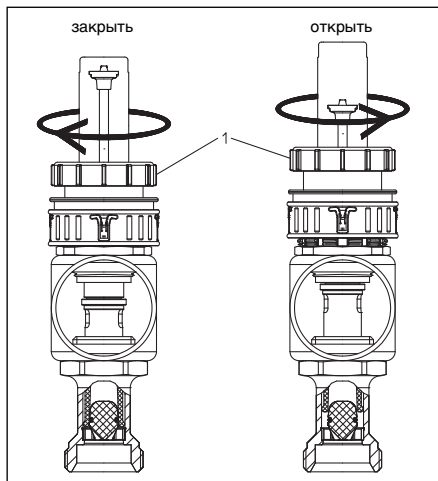

Рис. 72. Отключение и включение контуров с помощью ротаметров
7.3. Отключение и включение (рис. 72.)